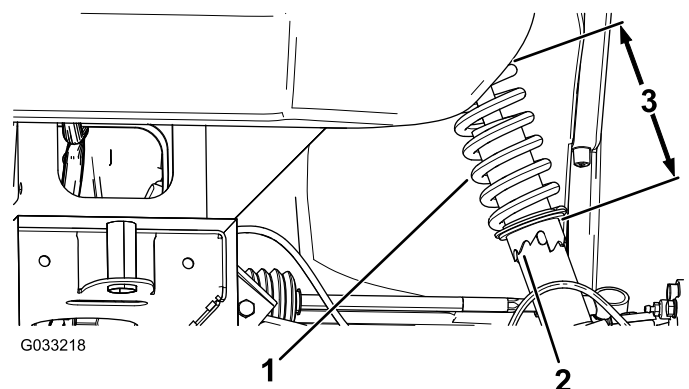

図 55
2. キャンバの調整が必要な場合には、スパナレンチでショックアブソーバのカラーを回してホイールを整列させる 図 55。